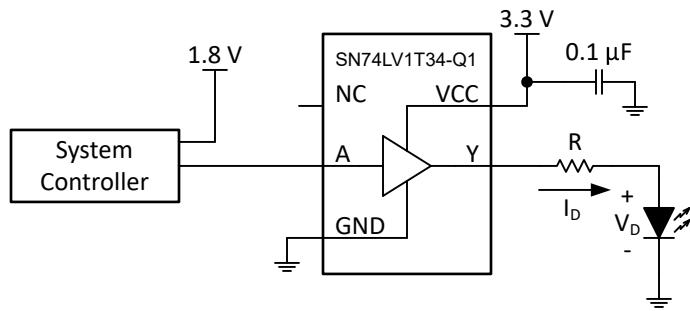

図 8-1. 代表的なアプリケーションのブロック図
図 8-1 に、SN74LV1T34-Q1 を使用して 1.8V 信号を 3.3V に昇圧変換し、このアプリケーションの LED を駆動する方法を示します。SN74LV1T34-Q1 は出力電流を制限しないため、追加の出力抵抗を使用して適切な電流制限を行います。抵抗の値 (R) は、LED の順方向電圧 (V_D) と LED を流れる目的の順方向電流 (I_D) から次の式を使用して求める必要があります。 $R = (V_{CC} - V_D)/I_D$ 。